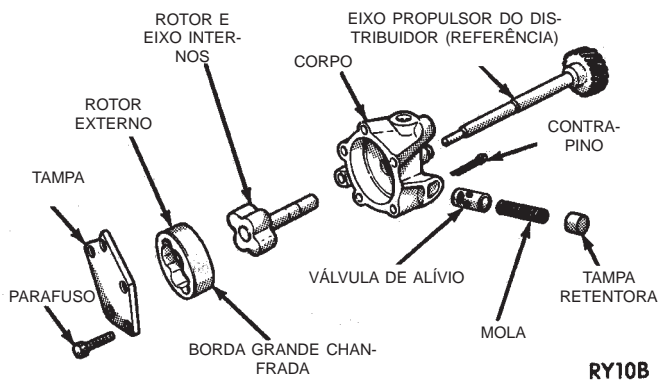

Fig. 71 Bomba de Óleo
(2) Remova a tampa da bomba de óleo (Fig. 71).
(3) Remova o rotor interno e externo da bomba com o eixo (Fig. 71).
(4) Lave todas as peças em um solvente apropriado e inspecione cuidadosamente se há dano ou desgaste.